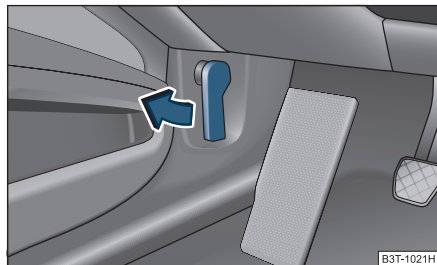

Fig. 200 Manette de déverrouillage du capot moteur
- Tirez sur la manette de déverrouillage sous le tableau de bord côté conducteur ⇒ fig. 200.
- Déverrouillez le capot-moteur ⇒ fig. 200.